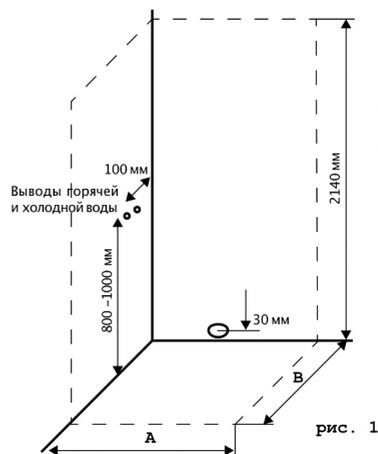

рис. 1
7. Для обеспечения слива воды из поддона канализационная труба должна быть ниже дна поддона. Уровень канализации не должен превышать 30 мм от пола до центра канализационной трубы (**рис.1**).